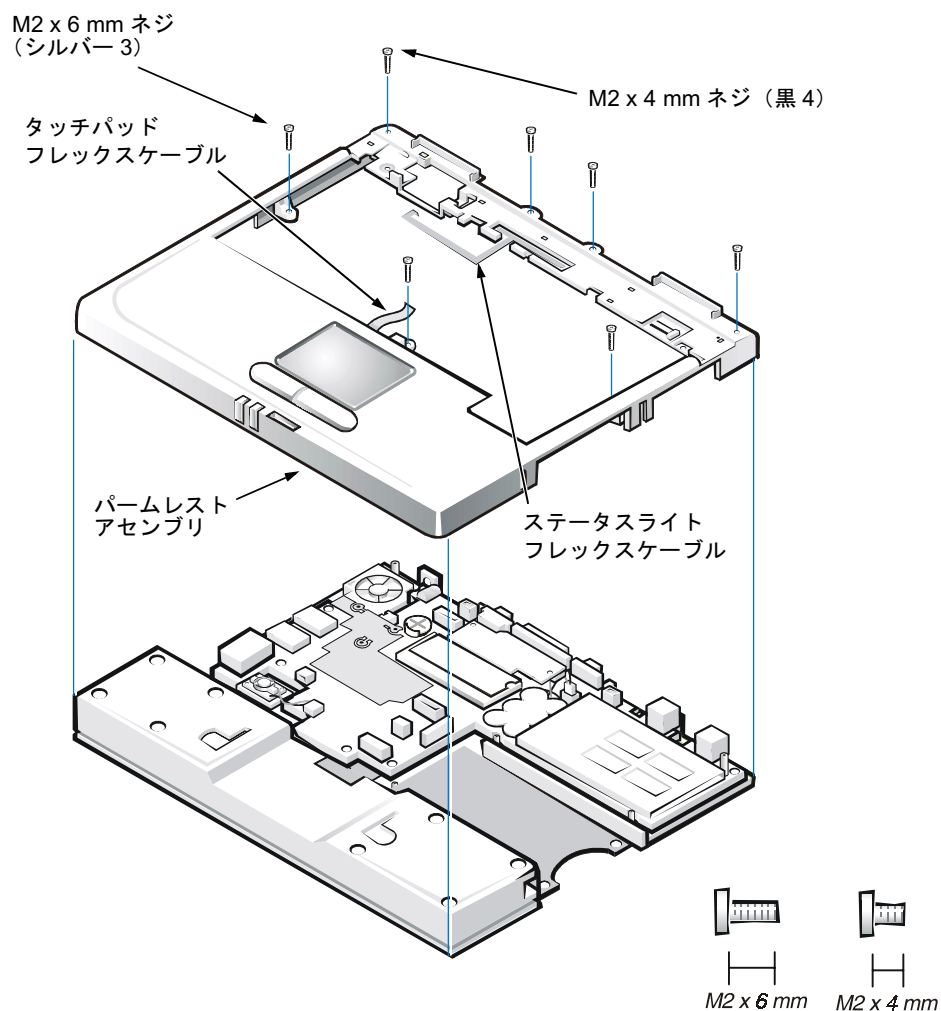

図 15 パームレストアセンブリのトップネジの取り外し
7. コンピュータの上部にある M2 x 4 mm の 4 本の黒いネジを取り外します (図 15 参照)。
8. パームレストアセンブリとボトムケースを固定しているキーボードアセンブリにあるシルバーの 3 本の M2 x 6 mm ネジを取り外します (図 15 参照)。
2. パームレストアセンブリの中央とボトムケースアセンブリを固定するキーボードアセンブリのシルバーの 3 本の **M2 x 6 mm** ネジを取り付けます (図 15 参照)。
3. パームレストアセンブリの上部とボトムケースアセンブリを固定する黒い 4 本の **M2 x 4 mm** ネジを取り付けます (図 15 参照)。